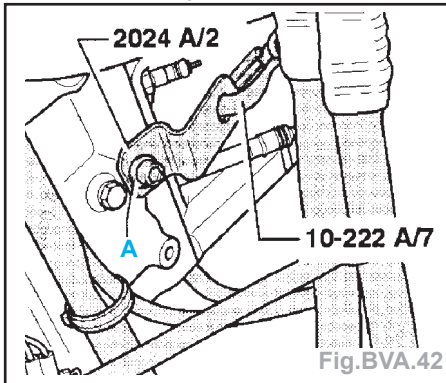

Fig.BVA.42
- Débrancher la fiche de la bougie du 2ème cylindre et visser la patte **2024 A/2** sur le bloc-moteur (Fig.BVA.42).